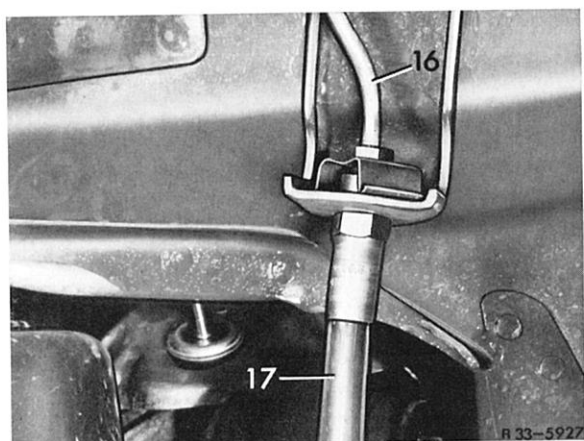

Bild 33–3/4
4 Bremsleitung (16) und Bremsschlauch (17) voneinander trennen (Bild 33–3/4). Anschlüsse mit Gummistopfen verschließen.